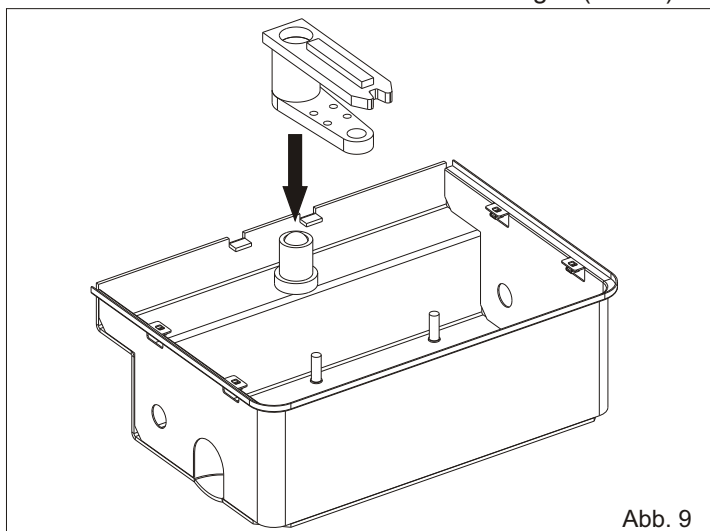
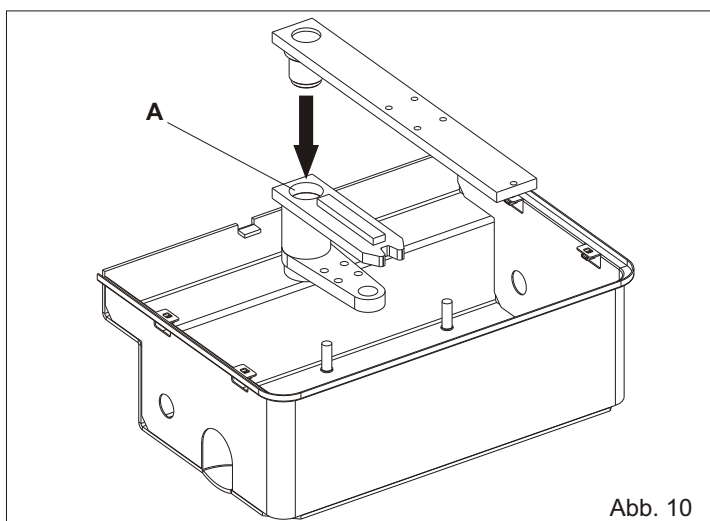

Abb. 9
Abb. 10
2.5. Den Kurbelsatz auf der Hohlwelle anbringen (Abb. 9)
2.6. Bohrung A ausreichend schmieren und den Flügelsatz (Abb. 10) einsetzen
N.B.: Während der Montage alle Teile mit dem mitgeliefertem wasserabweisenden Fett einschmieren (Abb. 8, Abb. 9, Abb. 10).